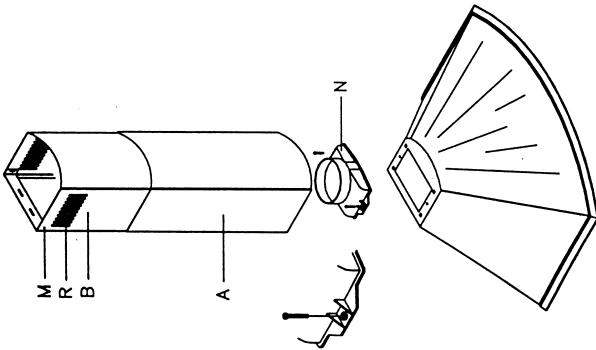

Fig. 1
Bruk et bor med 6 mm. diameter, lag huller i veggen på referansemerkene som ble laget tidligere. Sett inn skrueluggene i hullene, og skru støtteskruene halvveis inn. Hekt hetten på skruene og fest den til veggen ved å skru fast støtte og ankerskruene. Forbind utluftingsrøret til koblingen **N** (Fig. 1). Sett metallfiltrene på plass.
Ta de to dekslene **A** og **B** (Fig. 1 og 4), plasser bunnen av deksel A på toppen av hetten. Løft den flyttbare delen B opp til taket; sjekk at den er i rett vinkel til hetten. Merk av for sidene på det flyttbare dekselet B og sett det så ned. Ta festebraketten **G** (Fig. 4), sentrer den i forhold til merkene som ble laget tidligere ved å holde den i kontakt med taket, og merk så for feste-hullene (H). Bruk en 6 mm bor og bor to hull i referansemerkene som ble laget tidligere.